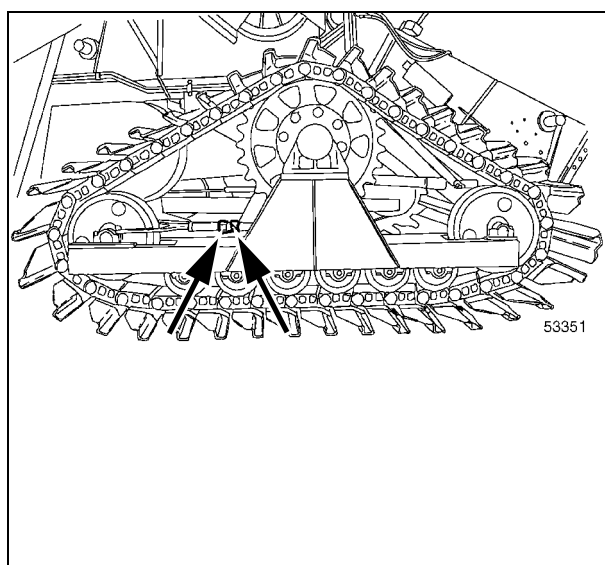

Рис. 47
- 1.) отпустите четыре гайки (10), которые крепят холостой ролик (11) к раме гусеницы;
- 2.) ослабьте захват (12);
- 3.) поверните натяжное устройство (13) таким образом, чтобы получить натяжение, указанное выше;
- 4.) затяните гайки (10), крепящие холостой ролик (11);
- 5.) законтрите захват (12);
- 6.) Заправьте смазкой **BP Energrease LC2 M** две масленки, изображенные на Рис. 47. Повторить эту операцию на противоположной стороне.